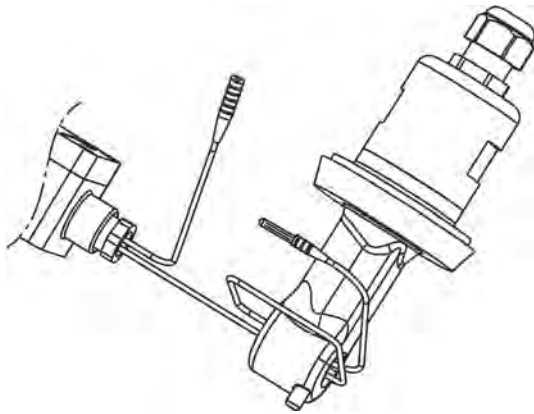

Fig. 75: Alambre alrededor del sensor Ci
Pase el cable del adaptador de calibración dos veces a través del orificio de la sonda de medición (véase Capítulo 10.2.5.5 «Compensación básica Ci» en la página 155, Fig. 75) y cierre el bucle.
4. ➤ Coloque el alambre del adaptador de calibración con dos vueltas a través del orificio del sensor Ci, sin unir los extremos del alambre. (Véase Fig. 75 .)